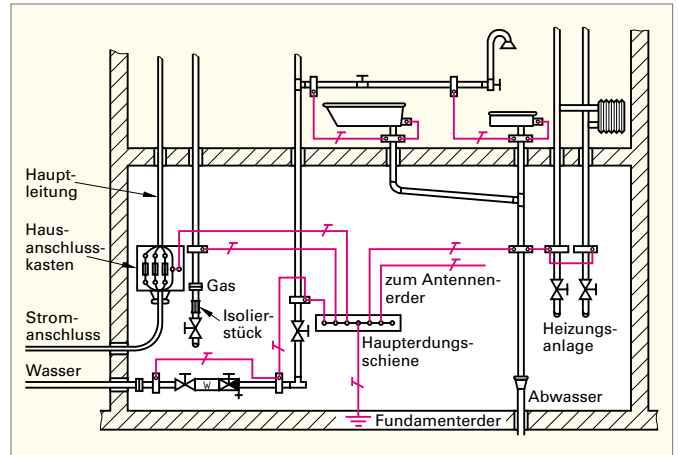

Bild 1: Schutzpotenzialausgleich
- Schutzpotenzialausgleich im Hausanschlussraum (► Bild 1),